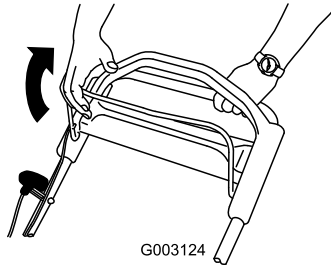

Figure 20
2. Serrez la barre de commande de la lame contre le guidon (Figure 20).